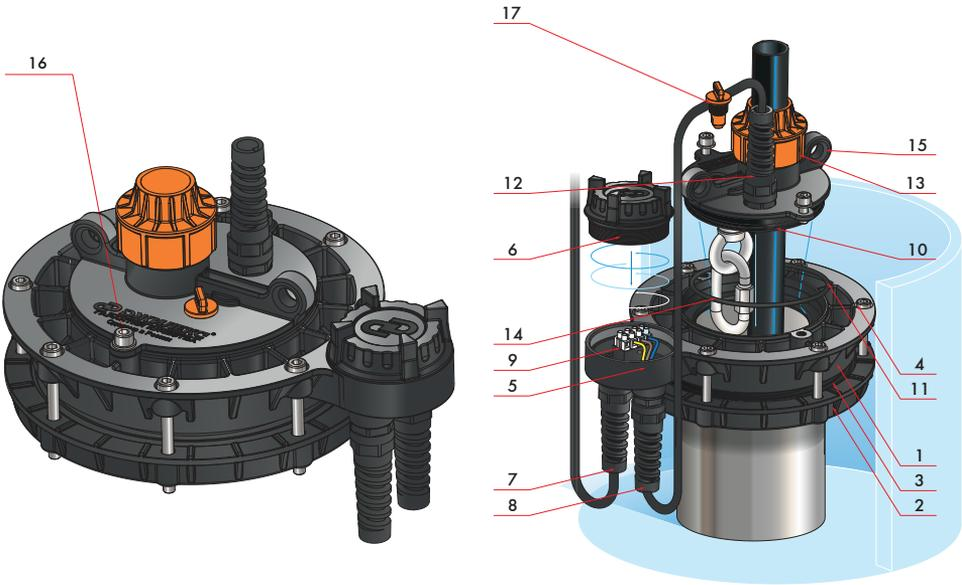

Рисунок 3
4.2. Устройство оголовка (рисунок 3)